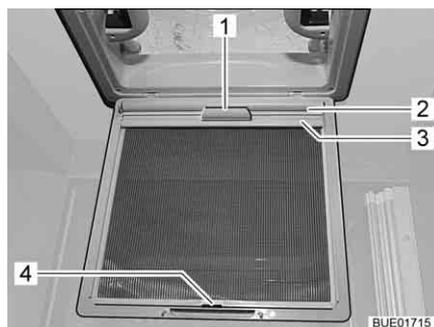

Fig. 131 Oscurante a rullo
- Tirare l'oscurante a rullo (Fig. 131,2) utilizzando la maniglia (Fig. 131,1) e agganciare il listello di supporto (Fig. 131,3) ai ganci (Fig. 131,4) sulla protezione contro gli insetti.
- Staccare il listello di supporto (Fig. 131,3) dai ganci (Fig. 131,4) e ricondurre lentamente l'oscurante a rullo (Fig. 131,2) utilizzando la maniglia (Fig. 131,1).